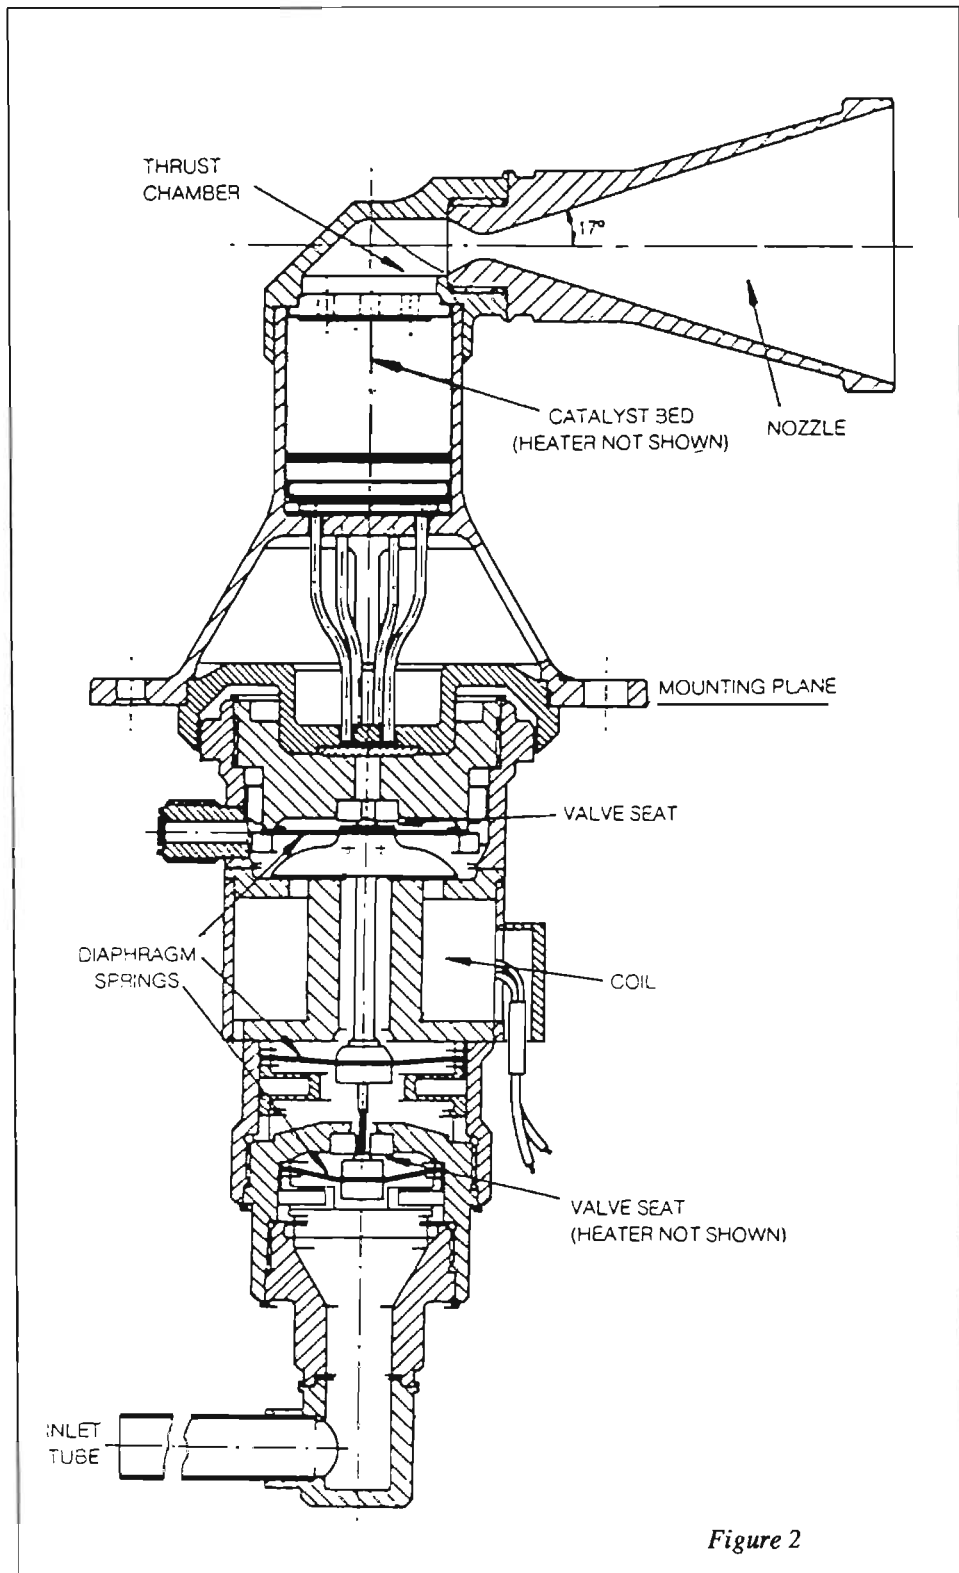

Figure 2
2. — **Les moteurs à ergols liquides** (figure 2), monoergols ou biergols sont parfaitement adaptés aux missions demandant des manœuvres précises (rendez-vous, alunissage, contrôle d'attitude ...)